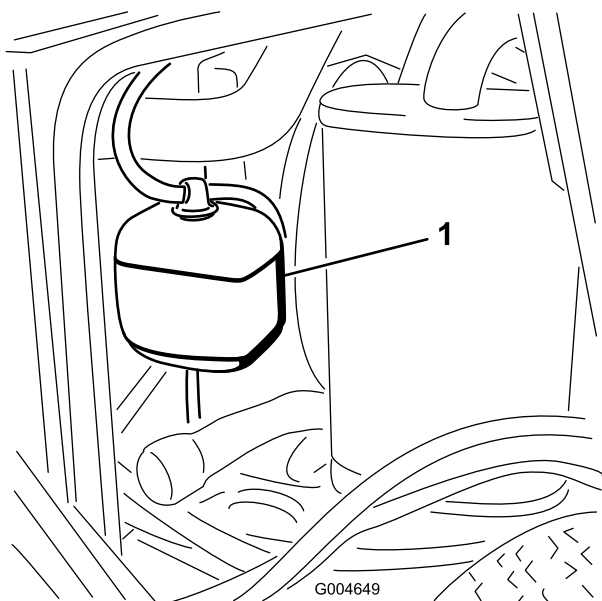

Figura 46
1. Controllate il livello di refrigerante nel serbatoio di espansione (Figura 46).